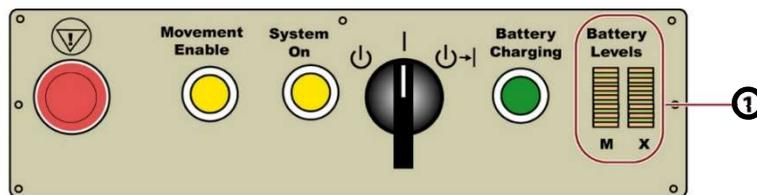

FIGURE 1
Indicateurs de niveau de batterie : Sur le panneau de contrôle de l'alimentation IAS illustré à la Figure 1, les deux colonnes de voyants jaunes LED (①) indiquent le niveau de charge des batteries de mouvement (**M**) et des batteries à rayons X (**X**). Voir "Indicateurs de niveau de charge de la batterie" dans le manuel de l'utilisateur pour plus d'informations sur les niveaux de charge de la batterie représentés par le défilement des LEDs. Reportez-vous à la section "Vérifications des performances de l'utilisateur" dans le manuel de l'utilisateur pour vous assurer du bon fonctionnement de la machine.